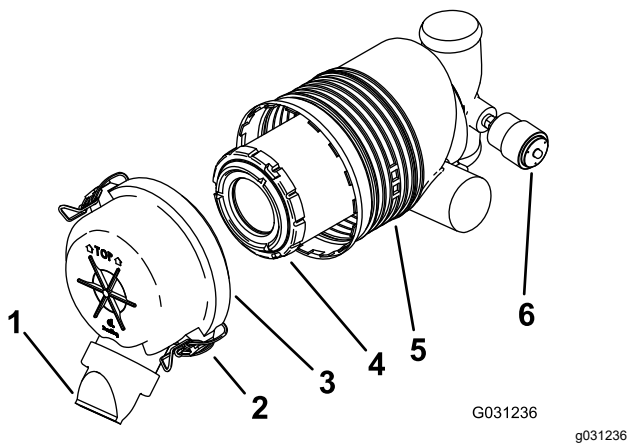

Figura 30
**Important:** Înlocuiți filtrul de aer doar când indicatorul de service este roșu (Figura 30). Înlocuirea filtrului de aer înainte de a fi necesar mărește doar posibilitatea de pătrundere a murdăriei în motor atunci când scoateți filtrul.
5. Eliberați elementele de fixare ale filtrului de aer și îndepărtați capacul filtrului de aer (Figura 30).
- Dacă indicatorul de service este stins, instalați capacul filtrului de aer cu capacul de praf orientat în jos și fixați elementele de blocare (Figura 30).
- Glisați ușor filtrul din corpul filtrului de aer (Figura 30).
- Instalați cu grijă filtrul (Figura 30).
- Instalați capacul filtrului de aer cu capacul de praf orientat în jos și fixați elementele de blocare (Figura 30).